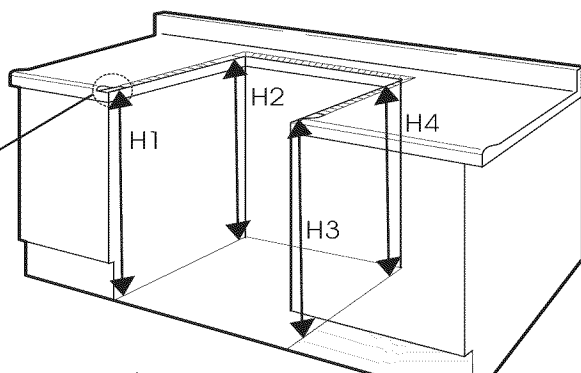

Ilustración 1
Antes de instalar la unidad, mida la altura de los dos (2) lados de los gabinetes (H1-4), frente y parte trasera (vea ilustración 1) del piso a lo alto de la cubierta.